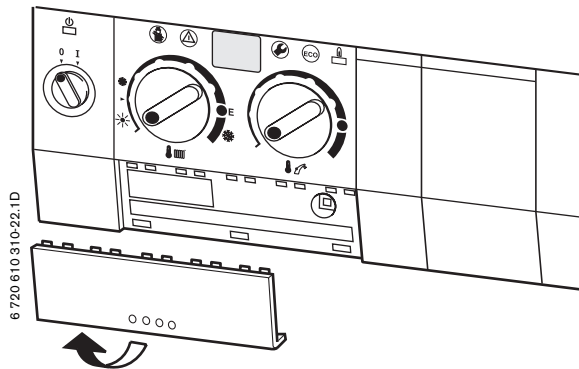

Fig. 27
- Ai fini della protezione elettrica contro eventuali spruzzi d'acqua (IP), la posa del cavo è da eseguirsi mediante apposito passacavo, con foro di diametro corrispondente.
- ▶ Aprire la centralina elettronica di comando (vedi pag. 27, fig. 27 e 28).